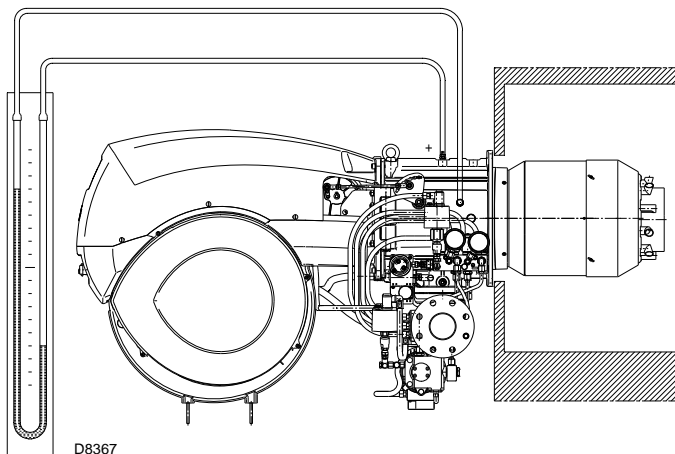

Abb. 27
- Ein U Manometer oder ein Differentialmanometer, (Abb. 27), mit Entnahmestelle (+) auf den Gasdruck der Muffe und (-) in der Brennkammer einbauen.
Das U-Rohr-Manometer zeigt den Gaseintritt an der Muffe an (Abb. 27).